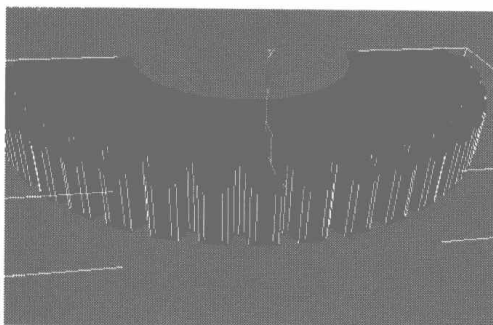
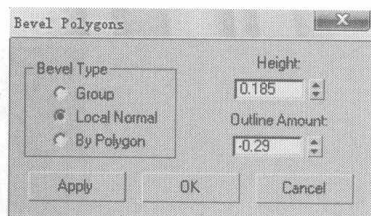

图 6.149
图 6.150
- 04 选择圆柱体如图 6.149 所示的顶面与底面，在 Edit Polygons 卷展栏中单击 **Bevel** 右侧的小按钮，在弹出的对话框中设置倒角参数，如图 6.150 所示。